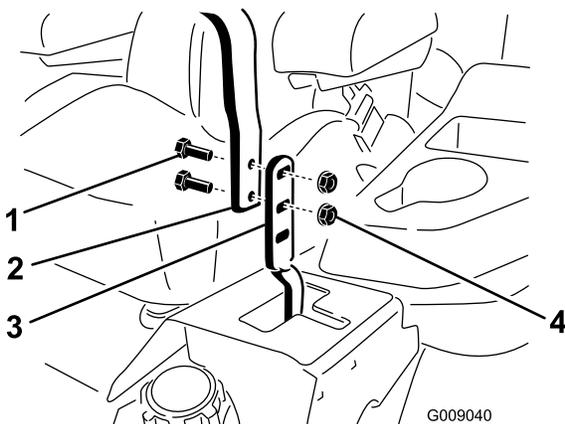

Рисунок 98
3. Ослабьте болты и фланцевые гайки, установленные на рычагах (Рисунок 98).